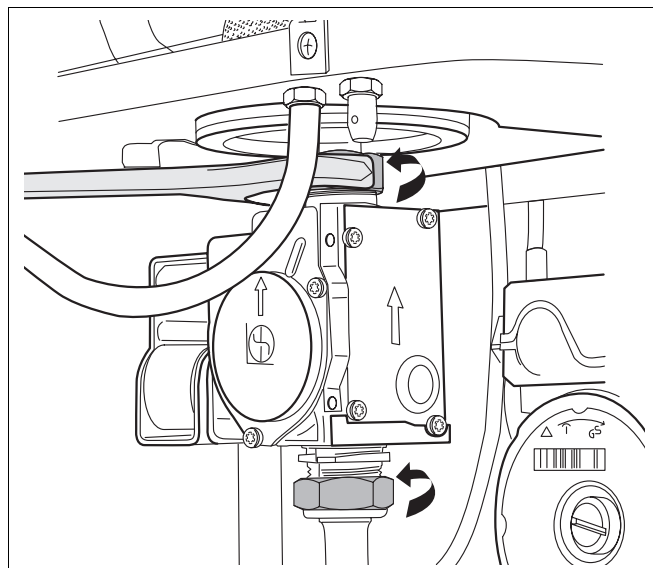

Рис. 26 Замена арматуры газовой горелки
- Отпустить резьбовые соединения трубных штуцеров (рис. 26).